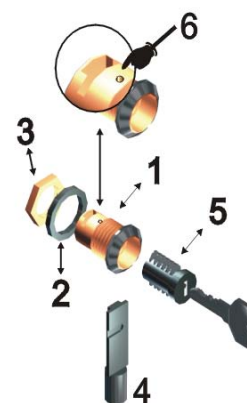

Fig 5
Slot: alle gekoelde kasten zijn voorzien om een slot erop te monteren, zelfs de modellen die standaard geen slot hebben. Voor de montage, zie Fig 5.
- Met behulp van een luchtstraal of een droog penseel of een borstel, de schoepen reinigen en stofvrij maken met een verticale beweging. (zoals op Fig 5).